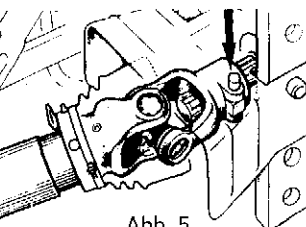

Abb. 5
24. Die Kreuzgelenke sind so weit auf die beiden Vielkeilzapfen aufzuschieben, bis die eingedrückten Schiebepins (Abb. 5) wieder zurückspringen.
- 24) The universal joints must be pushed onto the two spline shafts to the extent that the retaining pins are pushed out (Fig. 5).
24. Emmancher les joints à cardan sur les deux bouts d'arbre cannelés jusqu'à ce que les goupilles enfoncées (fig. 5) reviennent en arrière.
24. I giunti cardanici devono essere spinti sui due alberi scanalati fino a quando gli spinotti rientranti (fig. 5) scattano all'infuori.